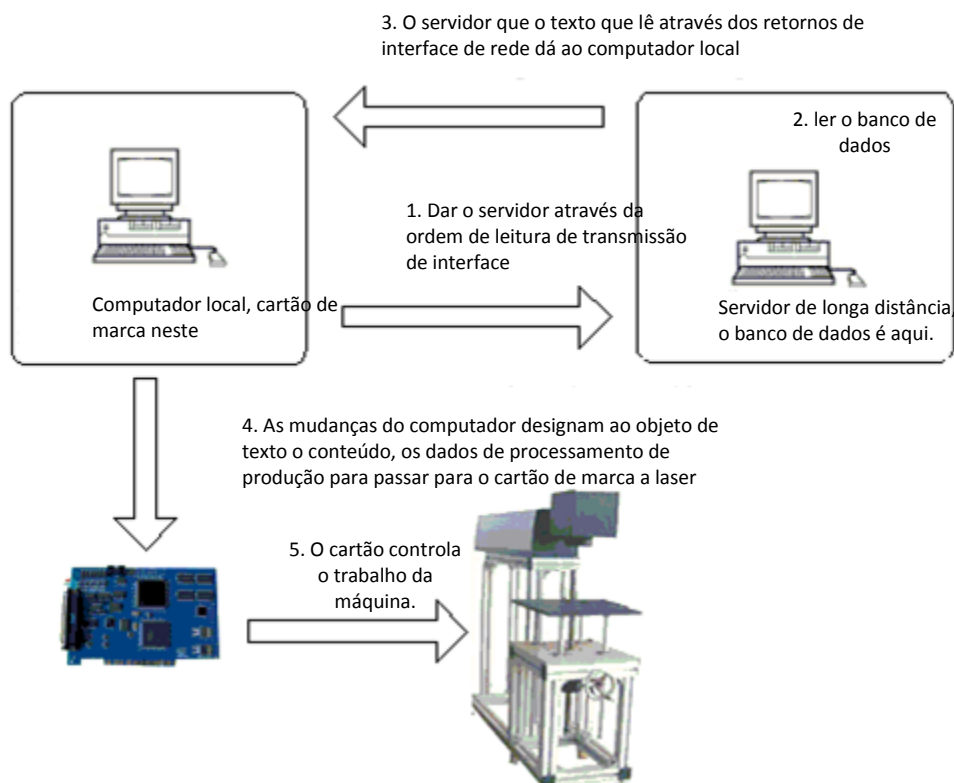

Figura 4-42: Fluxograma de Comunicação TCP/IP
- Fluxograma como se mostra na Figura 4-42: